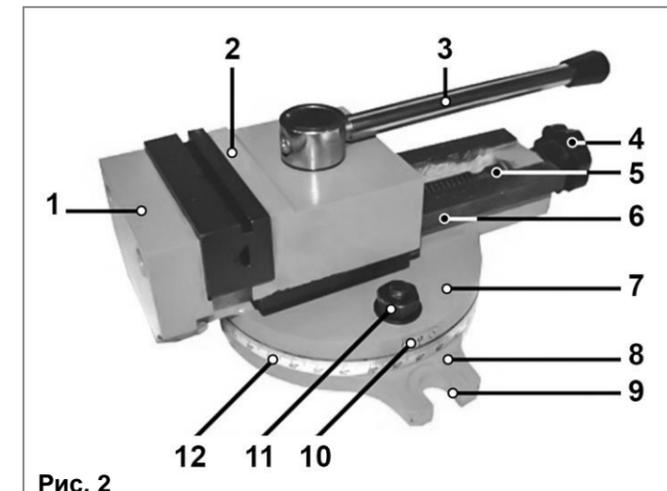

Рис. 2
5. УСТРОЙСТВО ТИСКОВ (Рис. 2)
6. УСТАНОВКА ТИСКОВ, ЗАКРЕПЛЕНИЕ ЗАГОТОВКИ (Рис. 2)
7.3. Периодически смазывайте все сопрягаемые поверхности и резьбу ходового винта (5), Рис. 2.